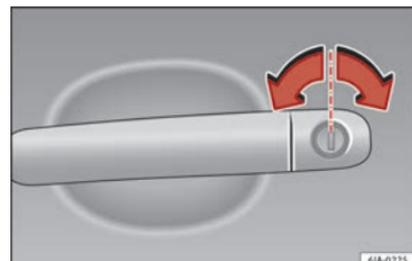

Fig. 3 Manípulo da porta do condutor com canhão de fechadura.
- Introduzir o palhete no canhão da fechadura e destrancar ou trancar o veículo »» Fig. 3.